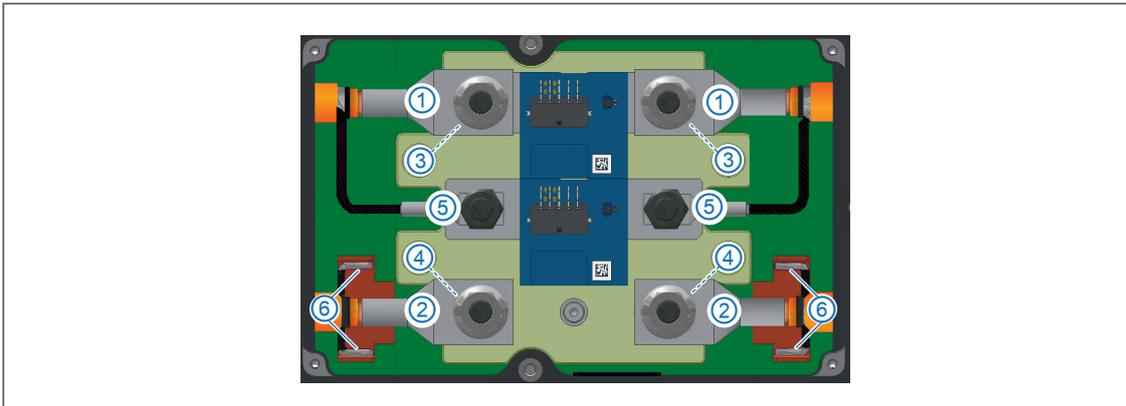

Abb. 5-43: HV BM 1.2+S, HV-Leitungen angeschlossen
☞ Die verdrillten und an den Enden verzinnten Stränge des Abschirmgeflechts (Abb. 5-42) mit den Lötflanken der Schirmdurchführung (Abb. 5-43, ⑥) verlöten.